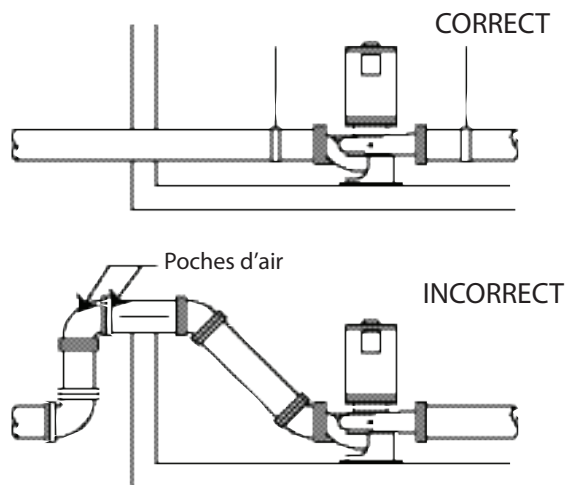

FIGURE 3a
- Évitez tous les points élevés, comme les lyres de compensation (figure 3a), qui pourraient créer des poches d'air, réguler le système par poussée ou produire un pompage inégal.